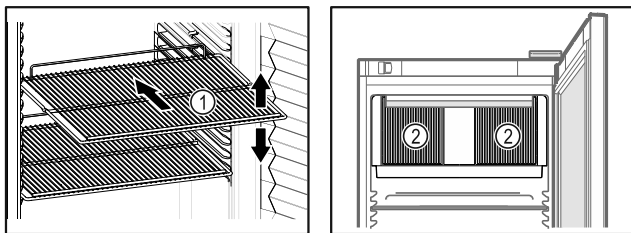

Fig. 62 Ilustrační zobrazení Fig. 63
- Pokud jsou odstavné rošty Fig. 62 (1) přemístitelné, přizpůsobte je vždy na danou výšku.